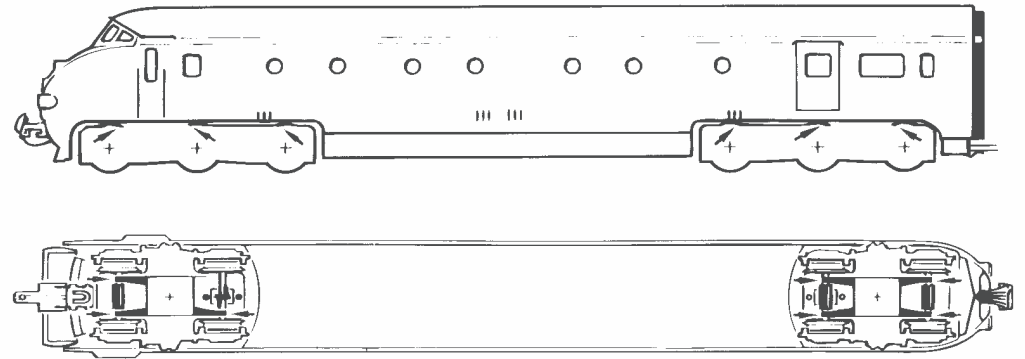

Fig. 7
2. Schmierung: Versehen Sie die im Schmierplan in Fig. 7 gekennzeichneten Stellen mit nur **kleinen Öltropfen**. Dazu zuerst das Lokgehäuse abnehmen (Fig. 5). Wir empfehlen den **ROCO Öler Art.-Nr. 10906**. Fürs Schmieren der Getriebeteile (Zahnräder, Schnecke) empfehlen wir das **ROCO-Spezialfett Art.-Nr. 10905**. Im Falle der Schmierung diese Teile **nicht ölen**.
2. Lubrication: Apply **tiny oil drops** to spots marked in fig. 7. Prior to lubrication dismantle locomotive (fig. 5). We recommend using item no. **10906, ROCO oiler**. For lubrication the gearparts (e.g. cogwheels, worm) we would recommend our ROCO **special grease** (item no. **10905**). **Attention:** Please do not oil these parts when using our grease.
2. Graissage: N'appliquez **qu'une toute petite goutte** aux endroits indiqués par le plan de graissage (fig. 7) après avoir démonté la caisse de la locomotive (fig. 5). Nous vous recommandons **le graisseur à huile ROCO réf. 10906**. Pour graisser les engrenages (roues dentées, vis sans fin) nous vous conseillons la **graisse spéciale ROCO réf. 10905** pour engrenages en matières synthétiques. Lorsque vous utilisez cette graisse il faut éviter d'huiler ces composants.